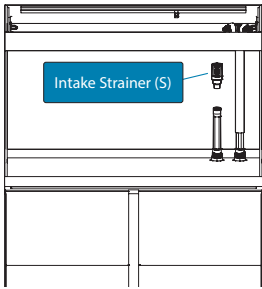
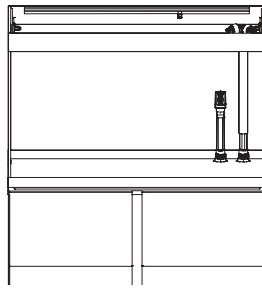
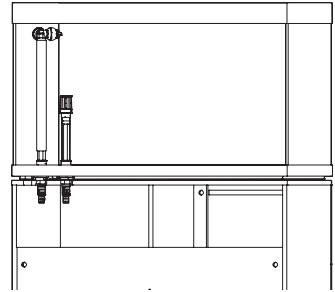

Fig. 5
Fig. 6
Fig. 7
4. Introduceți filtrul de admisie (S) pe tija conectorului (A) (Fig. 5). Rezultatul final al instalării este prezentat în Fig. 6 și Fig. 7.